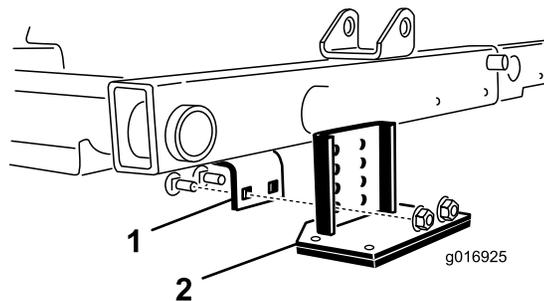

図 40
2. 中央のカッティングユニットの上にあるフレームブラケットを探し出す図 40。
3. チッパーブラケット装着後もローラの接触状態が変わらないようにするには、チッパーブラケットのどの穴を使ってフレームブラケットに取り付けられよいかを、中央カッティングユニットの前ローラを押し下げて調べる図 40。
4. カuttingユニットを下降させ、キットに付属しているキャリッジボルト2本とナットを使って、チッパーストラケットをフレームに取り付ける 図 40。